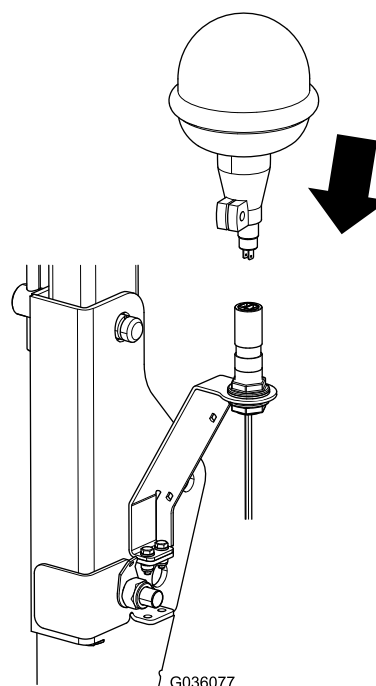

Figure 6
5. Engagez le gyrophare sur le haut de son support (Figure 6).